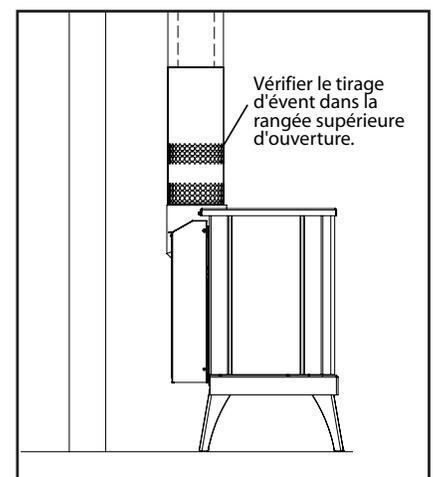

Figure 47: Projet de lieu d'essai.
4. Après un minimum de 10 minutes de fonctionnement, testez le tirage de la cheminée avec une allumette de fumée sur la rangée supérieure du modèle pour confirmer qu'il y a un tirage ou une « traction » adéquat au niveau des ouvertures autour du corps de l'adaptateur de coupe-tirage, comme indiqué dans Figure 47.